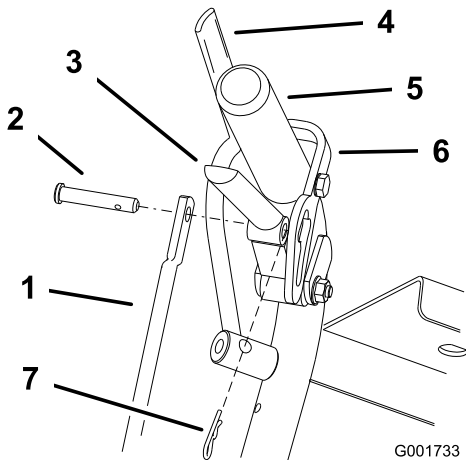
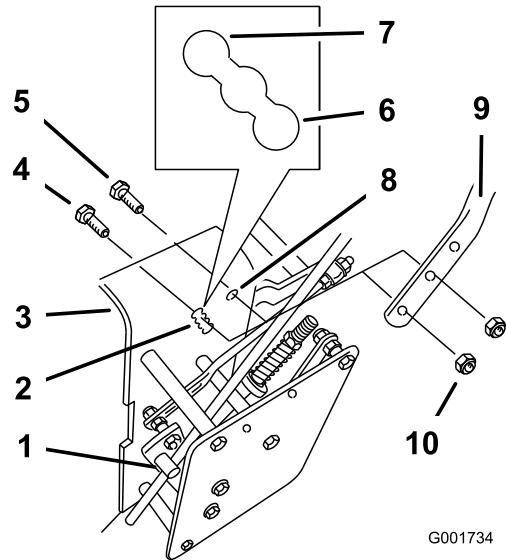

Figura 18
Figura 19
- Retire os pernos de gancho e os passadores de forquilha das alavancas da transmissão e dos bloqueios em ponto morto (Figura 18).
- Desaperte os parafusos flangeados superiores ($\frac{3}{8}$ pol. x $1\frac{1}{4}$ pol.) e a porca flangeada que fixam o manípulo à estrutura traseira (Figura 19).
- Retire os parafusos flangeados inferiores ($\frac{3}{8}$ pol. x 1 pol.) e as porcas flangeadas que fixam o manípulo à estrutura traseira (Figura 19).
- Ajuste o comprimento da barra de controlo rodando a barra de controlo no encaixe da barra (Figura 18 e Figura 19).
- Instale o perno de gancho entre as alavancas da transmissão e os bloqueios em ponto morto e nos passadores de forquilha (Figura 18).